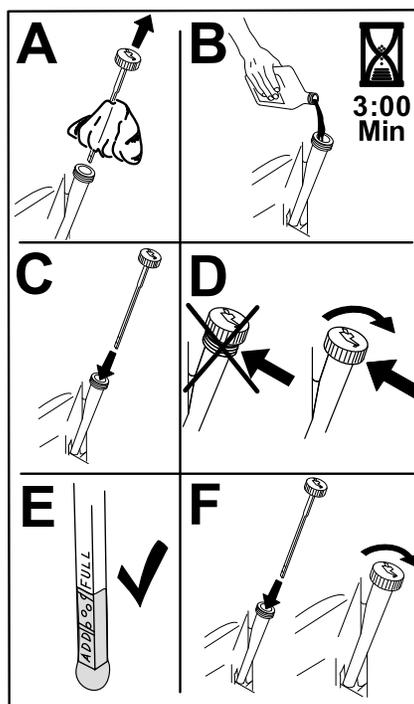

Рисунок 42
6. Медленно залейте приблизительно 80% масла указанного типа в заливную горловину и затем медленно добавляйте масло, чтобы довести его уровень до отметки «Полный» (Рисунок 42).